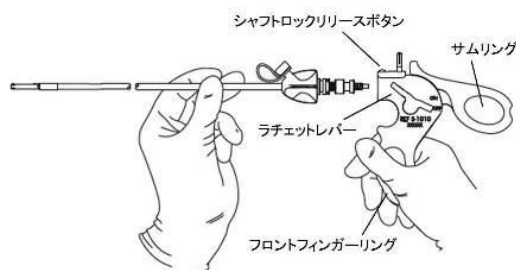

図 1
- (1) フロントフィンガーリングとシャフトを持つ（図 1 参照）。この時、シャフトロックリリースボタンが上になり、サムリングが上がった状態になっている。
- (2) シャフトを挿入する前に、ラチェットレバーが「OFF」の位置になっていることを確認する。ラチェット機構は把持鉗子と剥離鉗子でのみ作動する。
- (3) シャフトをしっかりとハンドルに挿入する。シャフトが所定の位置でロックされると、サムリングが下がる。シャフトを 360 度回転させ、確実に所定の位置にロックする。
- (4) ハンドルとシャフト先端が正しく組み立てられ、機能することを確認する。